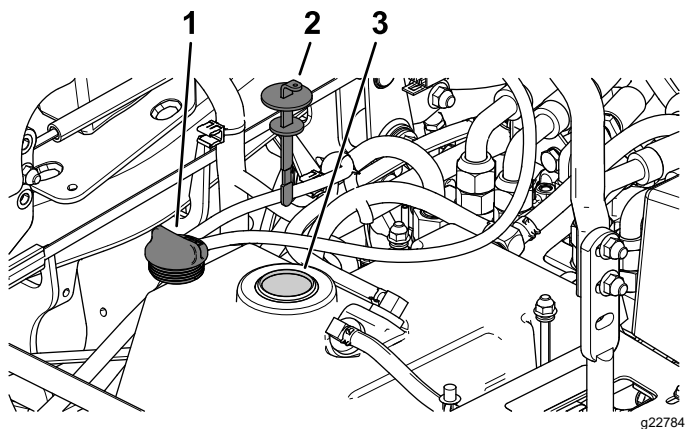

Figure 69
5. Remettez le bouchon du réservoir hydraulique (Figure 69).
6. Retirez la jauge et essuyez-la sur un chiffon propre (Figure 69).